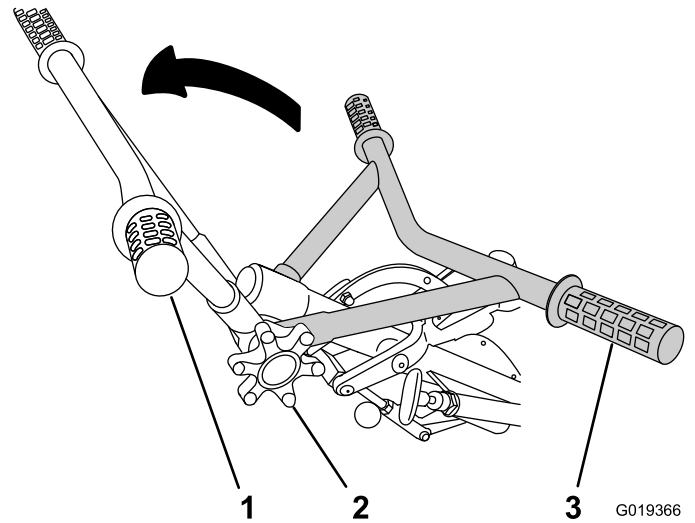

Figura 11
2. Coloque el manillar en la posición deseada, y gire el mando de ajuste en sentido horario para apretar el manillar (Figura 11).